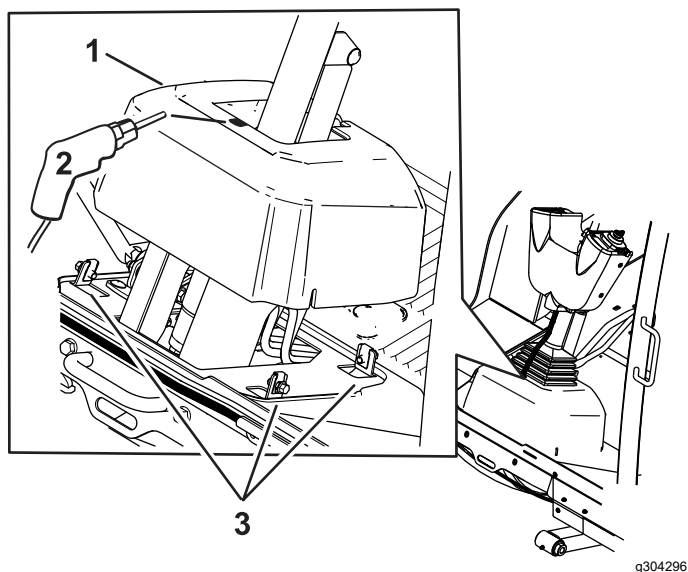

Figura 9
8. Desaperte os parafusos em redor da base da coluna da direção (Figura 9).
9. Eleve a base e faça um furo de 22 mm como se mostra na Figura 9.